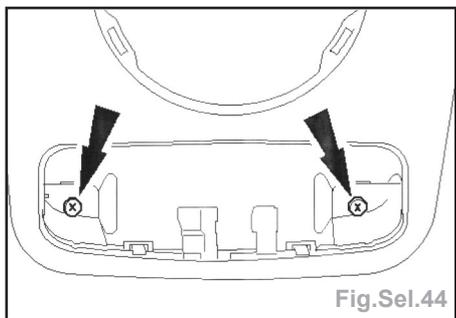

Fig.Sel.44
- Déposer les vis de fixation avant de la console de pavillon (Fig.Sel.44).